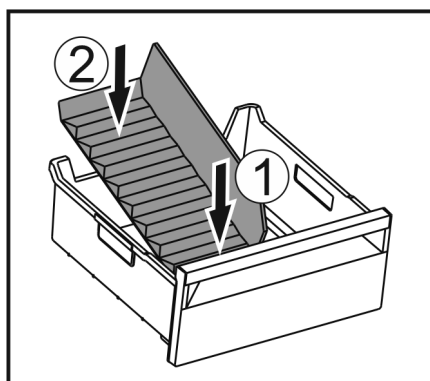

Fig. 154
- Sätt in frysfacksdelarens främre del. Fig. 154 (1)
- Sänk ned frysfacksdelarens bakre del till lådans botten. Fig. 154 (2)